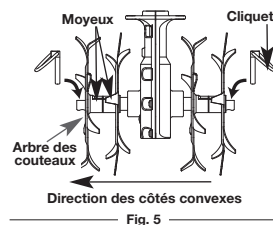

Fig. 5
2. Retirez le cliquet situé à chaque extrémité de l'axe des couteaux. Retirez les couteaux de l'axe en les faisant glisser (Fig. 5).
4. Faites glisser les couteaux neufs, les moyeux étant l'un en face de l'autre (Fig. 5).
REMARQUE : Chaque couteau a un côté convexe. Veillez à ce que tous les côtés convexes soient orientés comme illustré sur la Figure 5.